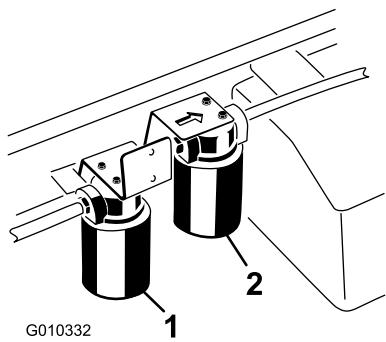

Figura 74
- Coloque um recipiente de escoamento debaixo do filtro e retire o filtro (Figura 74).
1. Limpe a zona em torno da montagem do filtro de alto fluxo (Figura 74).